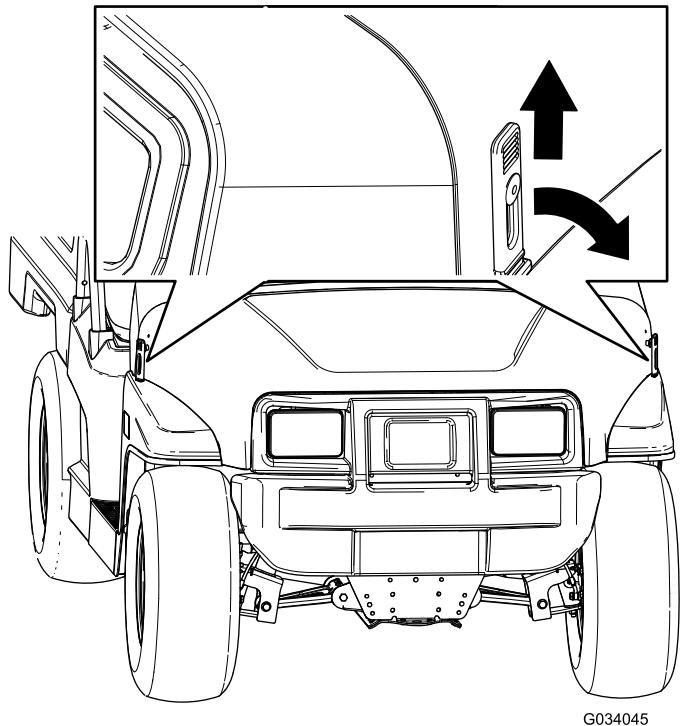

Рисунок 24
2. Закрепите капот, совместив резиновые фиксаторы с замками фиксаторов с каждой стороны капота (Рисунок 24).
1. Поднимите ручки резиновых фиксаторов с каждой стороны капота (Рисунок 24).